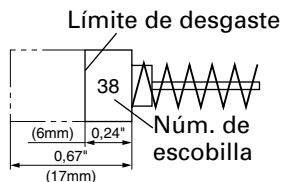

Fig. 20
3. Inspección de la escobillas (Fig. 20)
NOTA: Utilice las escobillas HITACHI Núm. 38 indicadas en la Fig. 20.